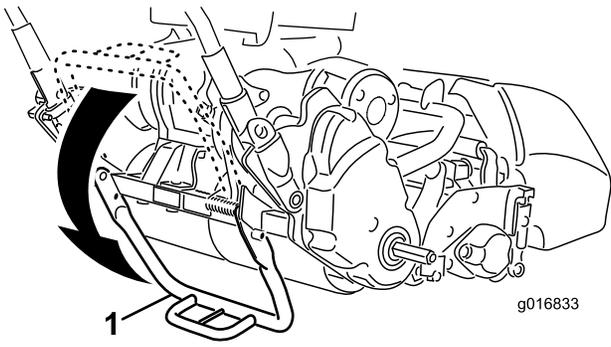

图 9
1. 用脚向下踩支撑架的中心然后向上拉动下部手柄支架直到支撑架向前旋转并超过中心图 9。